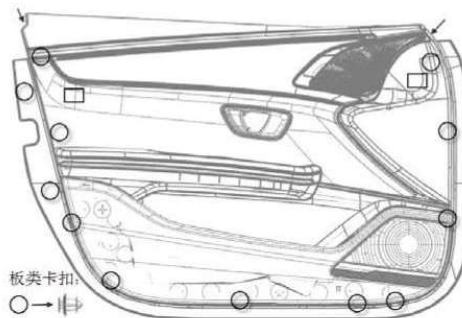

图 7-1-5 左前门护板卡扣位置示意图
(5) 如图 7-1-5，用手掰门护板上本体前端，如箭头处，将门护板上本体与水切分离，然后用缠有胶带的一字起将板类卡扣依次从钣金孔剥离，即可将门板总成从钣金上取下（此时门护板有线束约束，不可拉扯过远）。